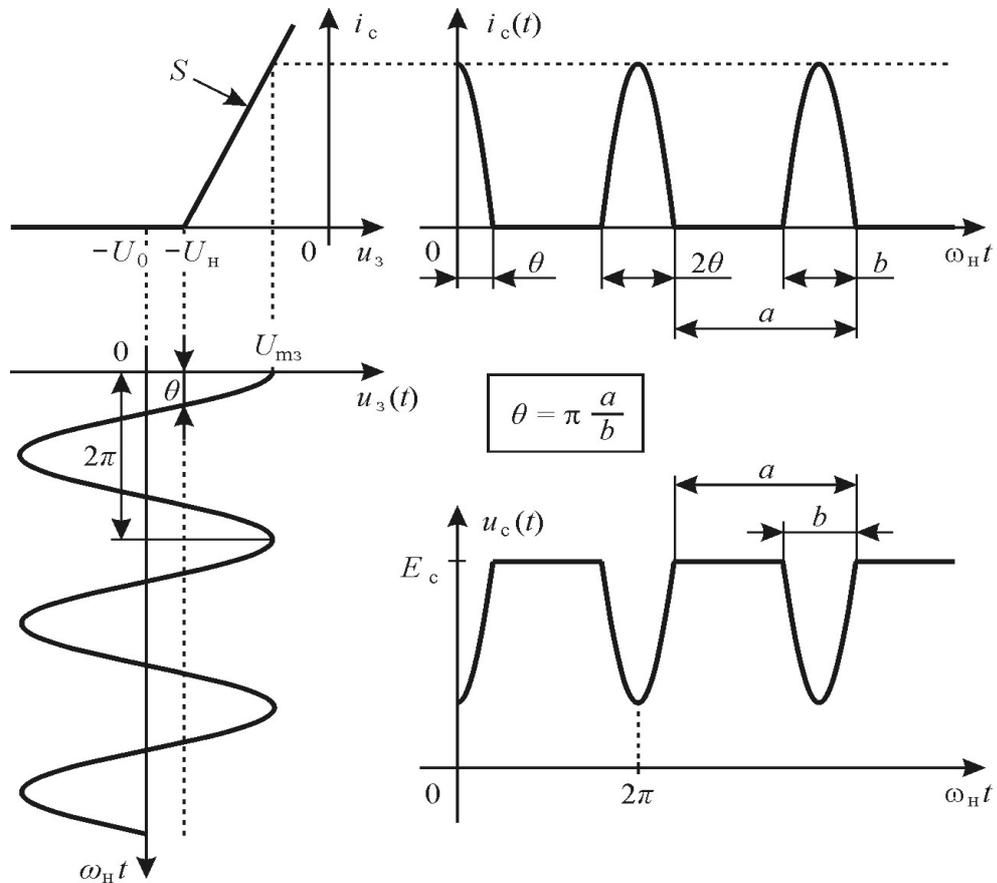

Рис. 7.1 Графики, поясняющие работу транзистора в нелинейном режиме с резистивной нагрузкой.
На рис. 7.1 приведена проходная вольтамперная характеристика транзистора, аппроксимированная двумя отрезками прямых, что весьма удобно при больших амплитудах воздействующего сигнала.
6. Получить и зарисовать (сфотографировать) осциллограммы напряжений на входе транзистора $u_3(t)$ и напряжения на стоке транзистора $u_c(t)$ при резистивной нагрузке. Для этого регулируя ручками смещение по вертикали каналов 1 и 2 и ручкой «горизонт» установить, чтобы изображение по каналу 1 было в верхней, а изображение по каналу 2 в нижней части экрана и на экране отображалось два, три периода колебаний. Измерить угол отсечки в соответствии с рис. 7.1 при заданном значении U_0 . Зарисовать или сфотографировать полученные осциллограммы.